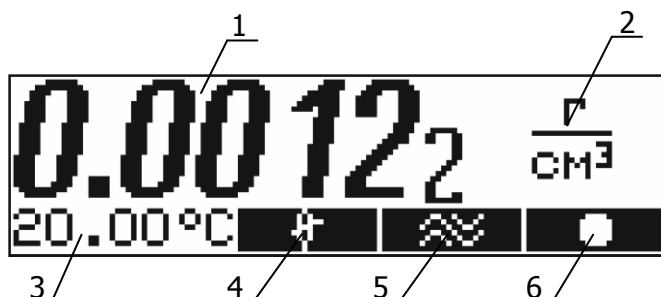

Рисунок 5 — Дисплей плотнмера
- температура датчика установилась (активирован индикатор 4 рисунок 5);
- колебания капилляра стабилизировались (активирован индикатор 5 рисунок 5).